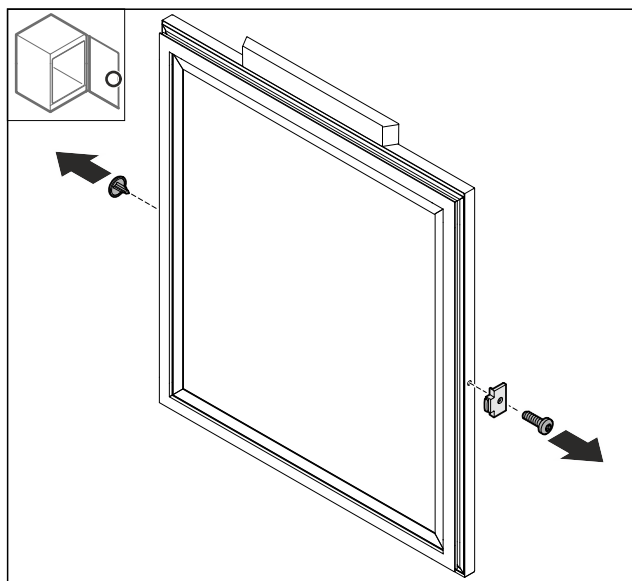

Fig. 72
- Hiqni kapakun mbulues Fig. 72 (1).
- Çmontoni ndaluesin e derës Fig. 72 (2).